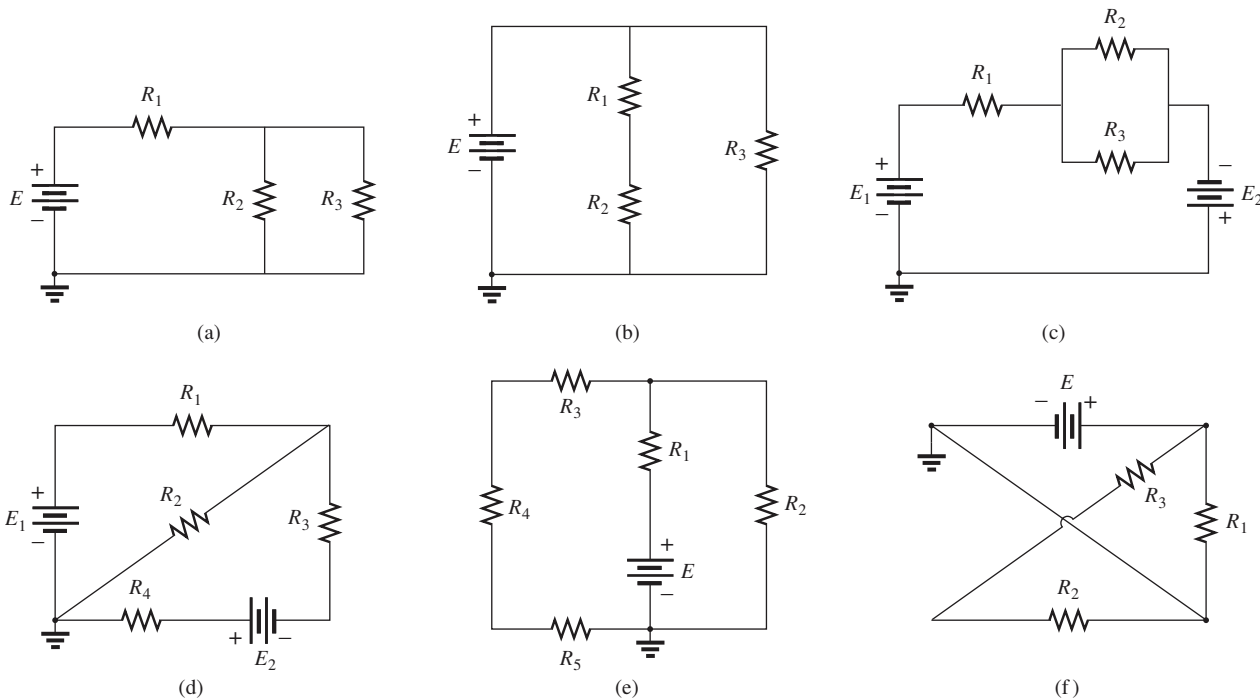

FIG. A4.85
- Para cada una de las configuraciones de la figura A4.85, determine los elementos (no una combinación de) individuales (fuentes de voltaje y/o resistores) que están en serie. Si es neces-